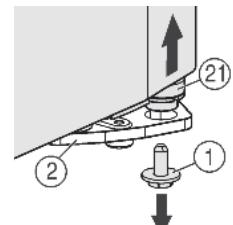
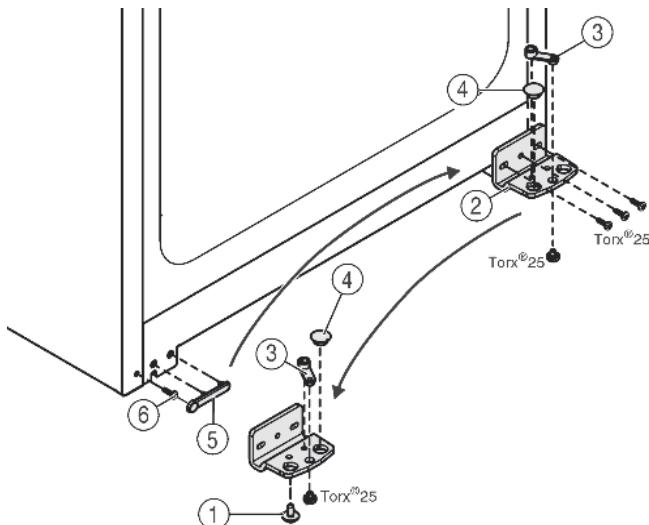

Fig. 5
Fig. 6
- Внизу справа на опорном кронштейне выкрутите фиксирующий винт Fig. 5 (1).
- Опорный палец Fig. 5 (21) можно извлечь из опорного кронштейна Fig. 6 (2).
- Сли установочный винт Fig. 5 (21) не откручивается, его можно вынуть, нажав на него снизу.
- ▶ Открутите опорный кронштейн Fig. 6 (2).
- ▶ Открутите опорную деталь Fig. 6 (3) и, переставив в отверстие на противоположной стороне опорного кронштейна, снова прикрутите.
- ▶ Извлеките заглушку Fig. 6 (4) из опорного кронштейна и переставьте ее в отверстие на противоположной стороне опорного кронштейна.
- ▶ Осторожно снимите крышку со стороны ручки Fig. 6 (5).
- ▶ Выкрутите болт Fig. 6 (6) и вкрутите на противоположной стороне.
- ▶ Снова установите крышку Fig. 6 (5).
- ▶ Снова прикрутите опорный кронштейн Fig. 6 (2) на новой стороне шарнира (**с моментом 4 Нм**). При необходимости используйте аккумуляторный шуруповерт.
- ▶ Вкрутите фиксирующий винт Fig. 5 (7) внизу в опорный палец и затяните (**с моментом 4 Нм**).